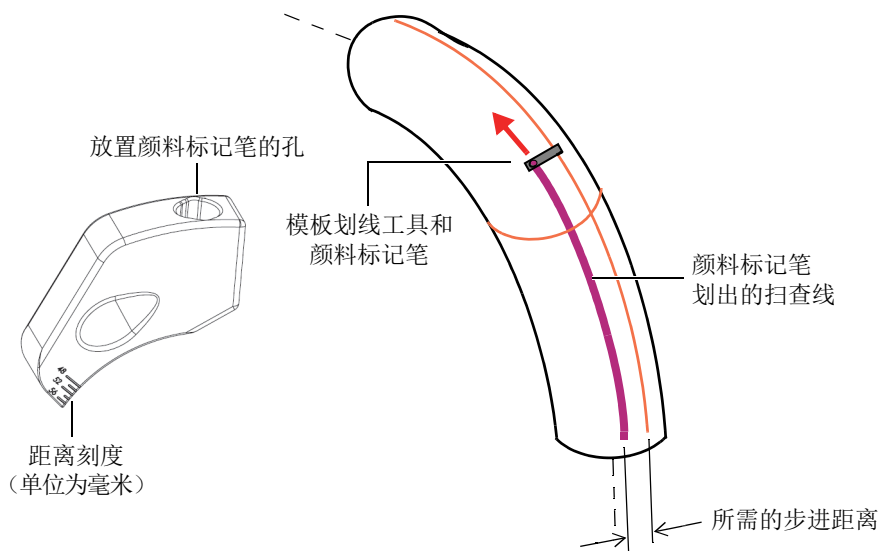

图 3-7 在弯头上划出扫查线
4. 将颜料标记笔放入模版划线工具的孔中，然后以划线工具的刻度为指导，在第一條扫查线的旁边，根据所需的步进距离划出下一条扫查线（参见第29页的图 3-7）。以同样的方法，在工件的整个周向上，划出平行于工件纵轴的其他扫查线。